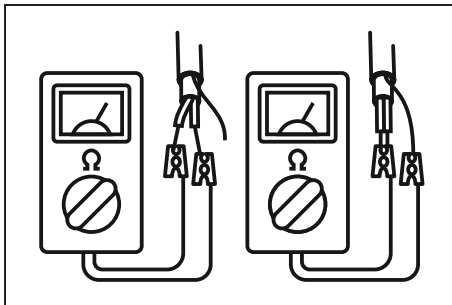

Рис. 1 – Измерение сопротивления нагревательных жил и изоляции
2. Измерить сопротивление нагревательных жил и изоляции (рис.1). Сопротивление нагревательных жил должно соответствовать данным в таблице 2. Сопротивление изоляции не должно быть менее 1 МОм при напряжении 2500 В.
- После раскладки мата измерить сопротивление нагревательных жил и изоляции (рис. 1).
- Измерить сопротивление нагревательных жил и изоляции после установки напольного покрытия (рис.1).